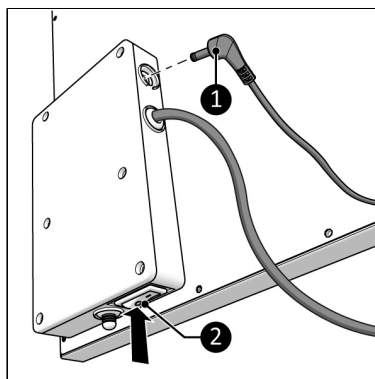

Figure 116.
1. Säkerställ att PÅ/AV-knappen befinner sig i Avstängt läge (Figure 116, pos. 2).
2. Anslut den externa temperatursensorns kontakt (Figure 116, pos. 1) till sensorpluggen.